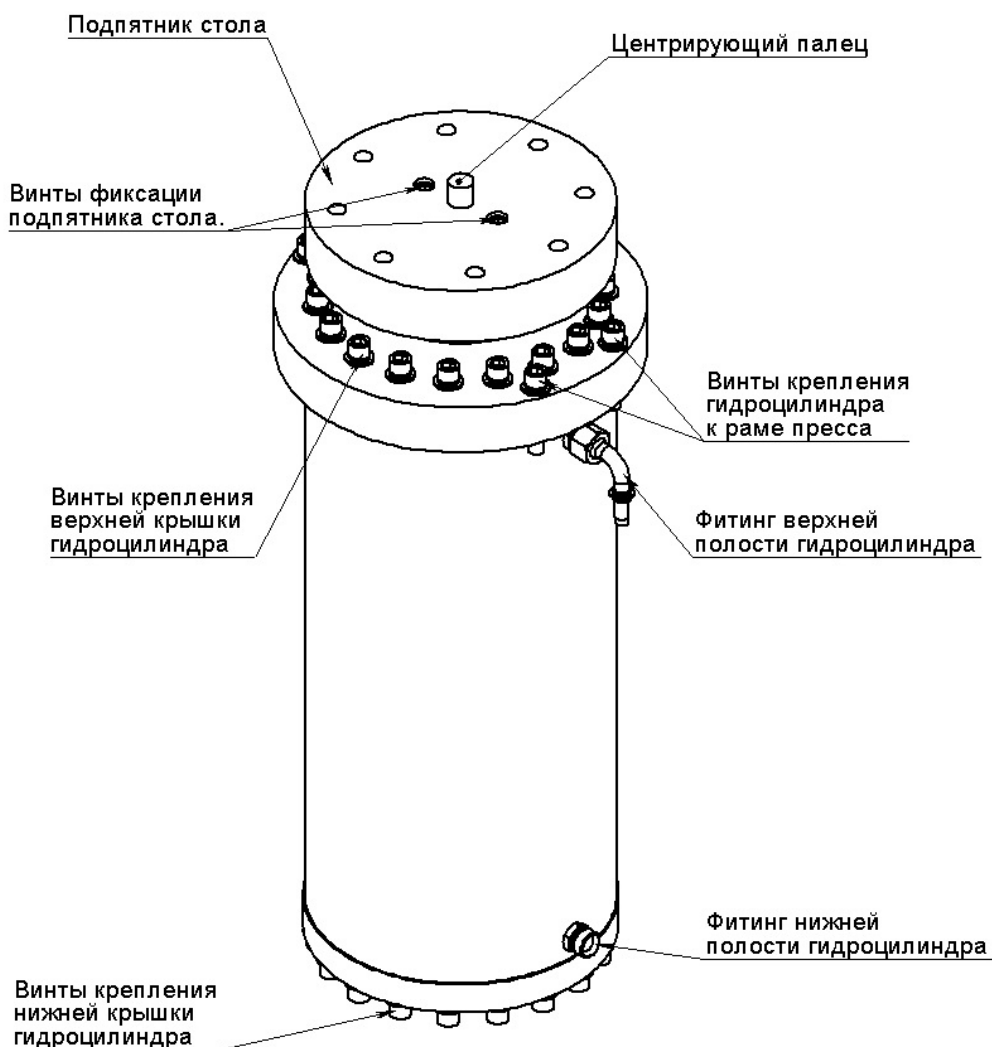

Рис. 15. Гидроцилиндр.
3.2.10. Перед установкой гидроцилиндра проверить затяжку 18 винтов крепления верхней крышки гидроцилиндра и 18 винтов крепления нижней крышки гидроцилиндра моментом 20 Н*м “13 кг на ключ длиной 15 см” (смотри рис. 15)